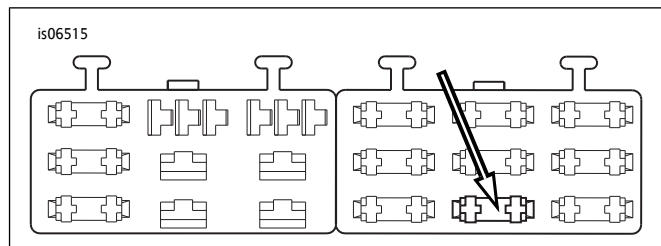

图9。“未使用的”保险丝盒空腔（2004年款及之后的戴纳车型）
4. 参见图9。在右保险丝盒中找到保险丝盒盖上标为“OPEN”（空白）的保险丝空腔（1）。应有一条进入此电路一侧的导线，但没有配套导线或保险丝。插入橙色/白色适配线接线端，直至其停止。参照附近的工厂安装接线端进行对比，检查确认朝向和深度是否正确。